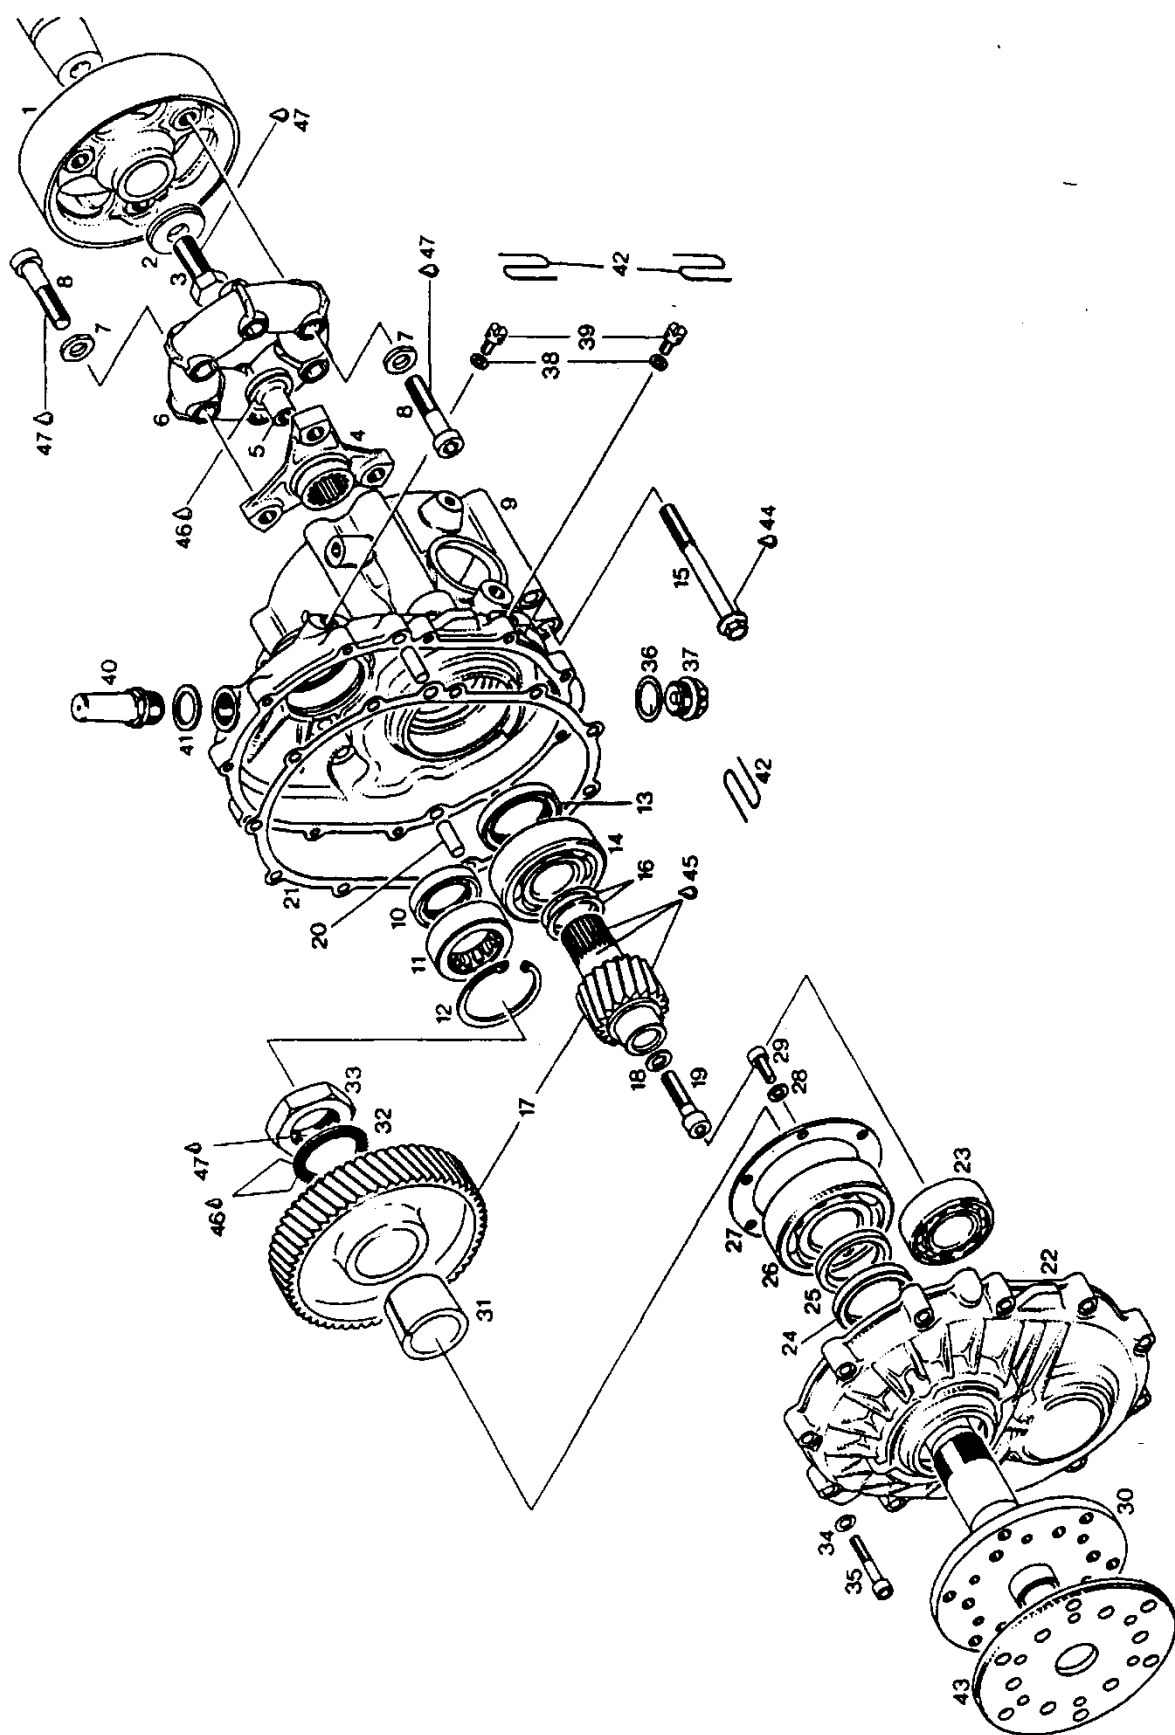

Рис. 58. Редуктор типа "С"
2. Редуктор типа "С" с передаточными числами 2. 62, 3. 0, 3. 47, 4. 0 (рис. 58). Допустимый момент инерции ВВ - 6000 кгсм².